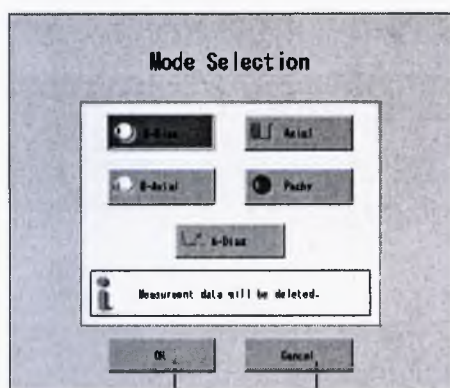

Рис. 2
- 1) Коснитесь кнопки "Select mode" (1), чтобы открыть окно выбора режима (Рис. 2).
- 2) Выберите нужный вам режим, затем коснитесь кнопки "OK" (2). Прикосновение к кнопке "Cancel" (3) закрывает окно без изменения режима.